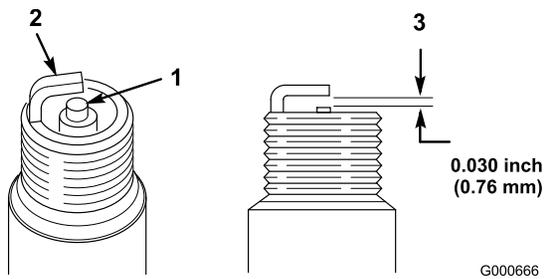

Figura 27
- Mire la parte central de la bujía (Figura 27). Si se observa un color gris o marrón claro en el aislante, el motor está funcionando correctamente. Si el aislante
2. Compruebe la separación entre los electrodos central y lateral (Figura 27) y doble el electrodo lateral si la separación no es correcta.